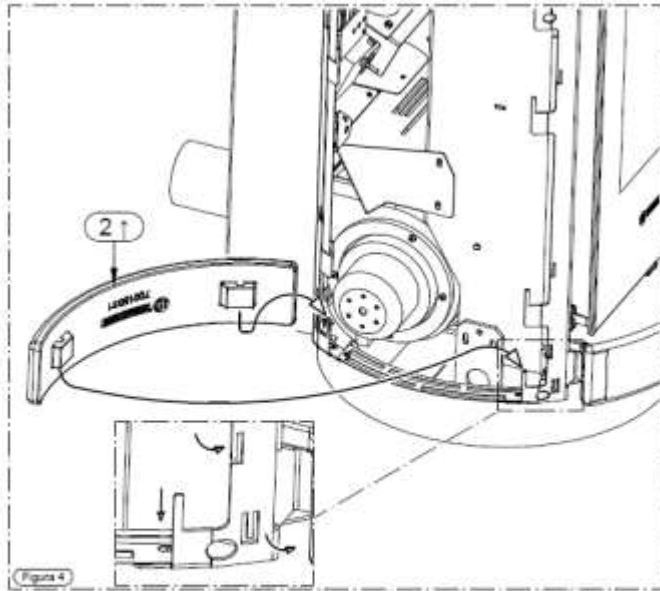

Figure 4
- 次にタイル (2) を本体フックに引っ掛けて取り付けて下さい。フックはタイルに合わせて調整して下さい。(下図 4 参照)
- 次にタイル (2) を本体フックに引っ掛けて取り付けて下さい。フックはタイルに合わせて調整して下さい。(下図4参照)